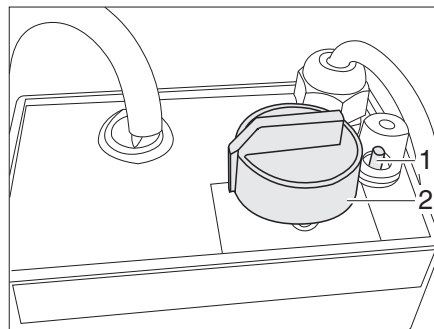

Fig. 115 Régulateur du chauffage électrique du plancher
- Tourner le bouton tournant (Fig. 115,2) sur la température souhaitée.
- Tourner le bouton tournant (Fig. 115,2) sur la position "0".
Quand le régulateur est surchargé, la protection contre les surcharges se déclenche. La goupille (Fig. 115,1) sort de son logement.
- Enfoncer la goupille (Fig. 115,1) de la protection contre les surcharges, une fois que le régulateur est refroidi.